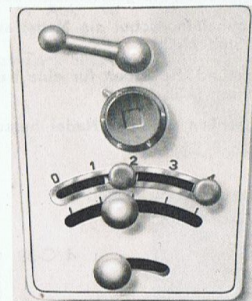

Abb. 86
- 4/C-42 Roten Knopf in die Stellung lt. Abb. 86 bringen.